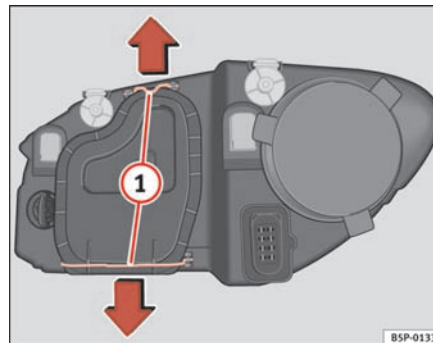

Fig. 179 Nærlys
- Fjern stropperne ⇒ side 242, fig. 179 ① i pilenes retning, og tag afdækningen af.